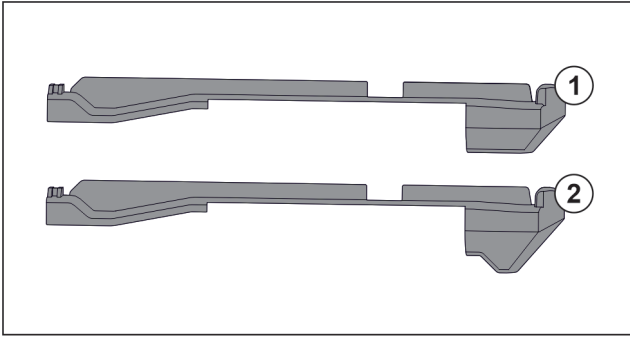

Fig. 83 Порівняння вставних частин
У пристрої є дві різні вставні частини. Вставна частина над самим нижнім висувним ящиком Fig. 83 (2) має трикутний край. Всі інші вставні частини Fig. 83 (1) мають прямий край.
- ▶ Розмістити вставну частину Fig. 83 (2) з трикутним краєм над самим нижнім висувним ящиком.
- ▶ Розмістити вставну частину Fig. 83 (1) з прямим краєм у всіх інших місцях.